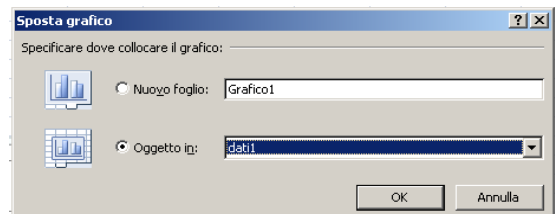

Figura 10 – Sposta grafico
- Cliccando con il tasto destro del mouse in prossimità del bordo grafico, ma all'interno, appare un menu a tendina in cui è possibile selezionare [sposta grafico], cliccando con il tasto sinistro appare il menu di figura 10, mettere la spunta su Nuovo foglio, inserire un nome e cliccare OK.